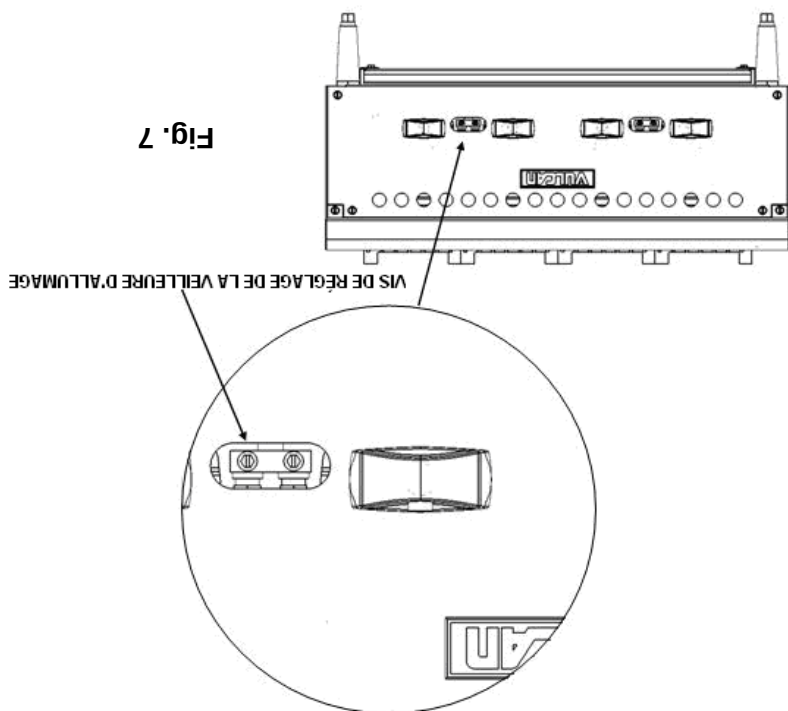

Fig. 7
À l'aide d'un tournevis à tête hexagonale fendue de réglage de la veilleuse d'allumage dans le sens des aiguilles d'une montre pour diminuer la flamme et dans le sens contraire des aiguilles d'une montre pour augmenter la flamme. Voir Fig. 7.
2. Retirez les grilles supérieures et les radiants. Ouvrez le robinet d'arrêt principal du gaz. Allumez les veilleuses à l'aide d'une tige pour allumer les bougies. Réglez la vis de la soupape de la veilleuse (voir Fig. 7) à la page 9) jusqu'à ce que la flamme de la veilleuse ait une légère pointe jaune.